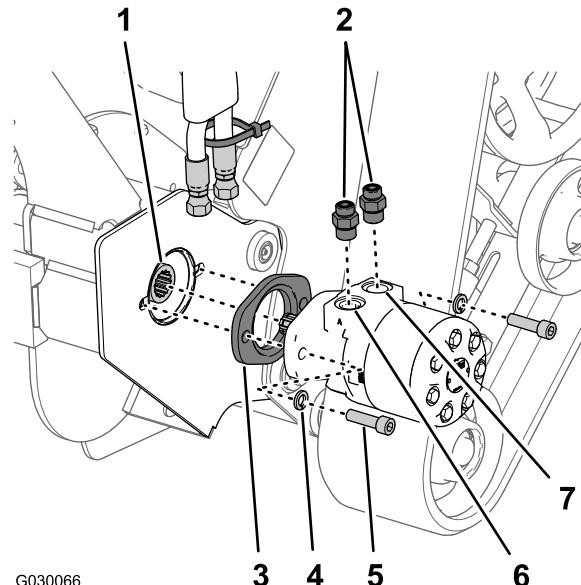

Рисунок 4
1. Наденьте новую муфту на вал привода траншеекопателя (Рисунок 4).
2. Заверните два прямых гидравлических штуцера в новый гидромотор привода траншеекопателя (Рисунок 4) и затяните штуцеры с моментом от 135 до 164 Н·м.
- Установите плоскую проставку на новый гидромотор так, чтобы входной буртик проставки упирался в монтажную поверхность гидромотора (Рисунок 4).
- Совместите шлицы нового гидромотора со шлицами муфты вала привода траншеекопателя (Рисунок 4).
- Совместите отверстия в гидромоторе и плоской приставке с отверстиями в головке траншеекопателя (Рисунок 4).
- Установите гидромотор и приставку на головку траншеекопателя (Рисунок 4) при помощи двух болтов с внутренними шестигранниками (1/2 x 1-3/4 дюйма) и двух стопорных шайб (3/4 дюйма).